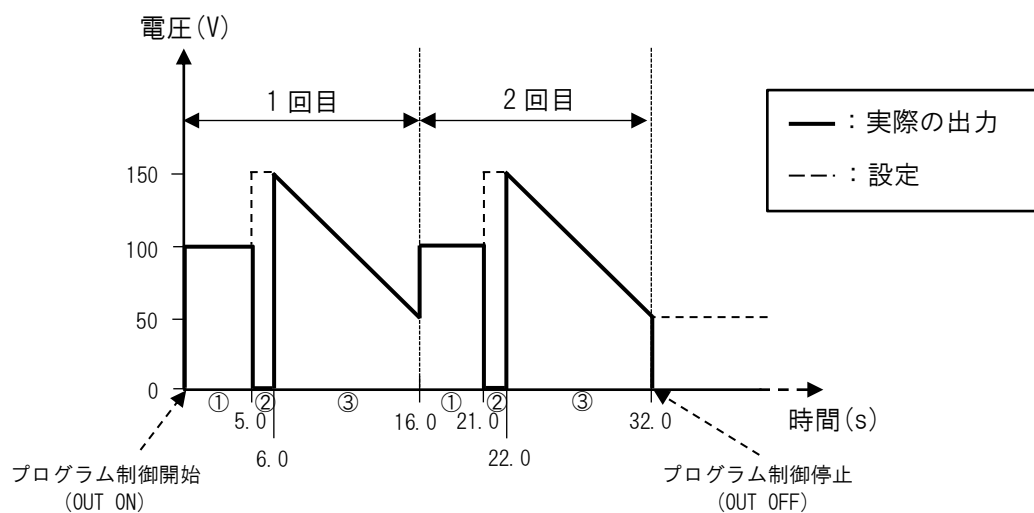

図 8-13 プログラム制御実行結果例
※図 8-13 の①～③は図 8-12 の 1～3 行を示しています。